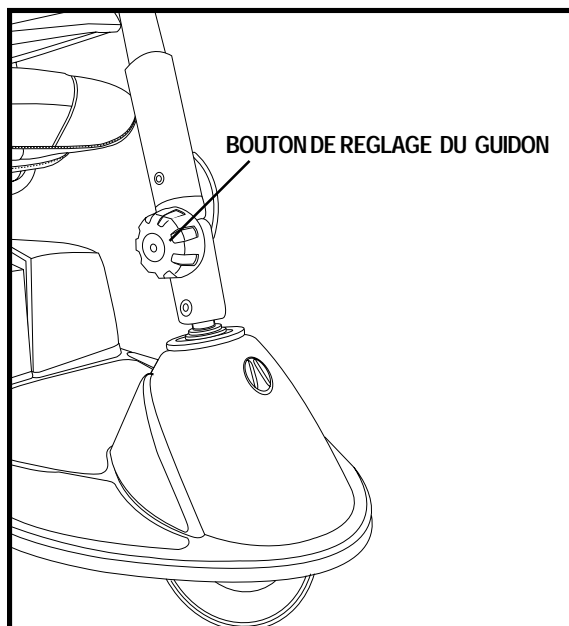

Figure 10. Reglage du guidon
1. Desserrez le bouton de verrouillage dans le sens opposé aux aiguilles d'une montre. **Voir la figure 10.**